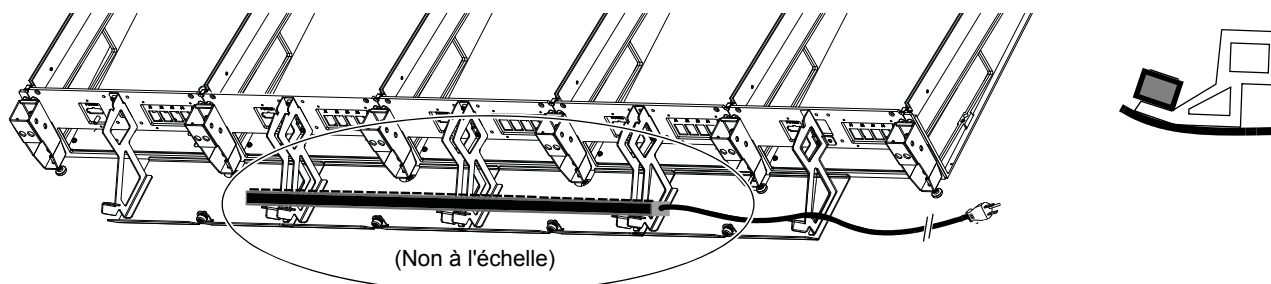

Figure 2. Placement de la multiprise sur les supports des panneaux arrière (vue arrière à gauche, vue de côté à droite)
- 1 En vous tenant derrière le milieu du châssis, placez la multiprise sur les supports des panneaux arrière de sorte qu'elle repose sur les bras inclinés des supports, comme représenté sur la Figure 2. Les prises de la multiprise doivent être tournées vers le haut et l'avant du châssis.